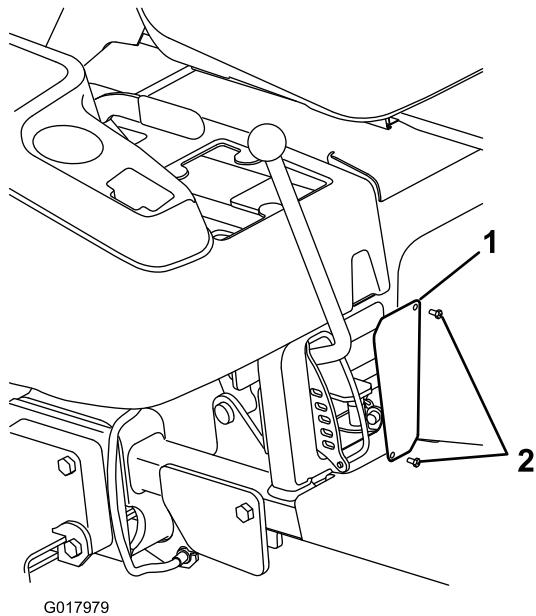

Рисунок 9
- Установите новый щиток на **заднюю** сторону отверстия рамы с помощью 2 винтов с потайными головками (#10 x 1/2 дюйма) (Рисунок 9).